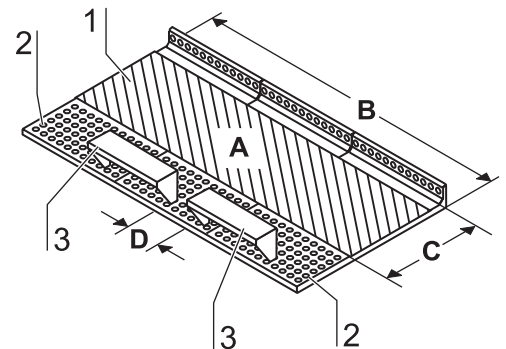

Abb. 9
**Abb. 9:** Der Arbeitsbereich **A** für optimalen Produktschutz erstreckt sich über die gesamte Breite **B** und die Tiefe **C** der Arbeitsplatte [1]. Die beiden Armstützen [3] werden in einem Abstand **D** (20 cm) voneinander, mittig auf der Arbeitsplatte [1] bzw. auf den Arbeitsplattensegmenten positioniert. Zur Befestigung werden die Armstützen in die zweite Lochreihe [2] der Arbeitsplatte gesteckt.